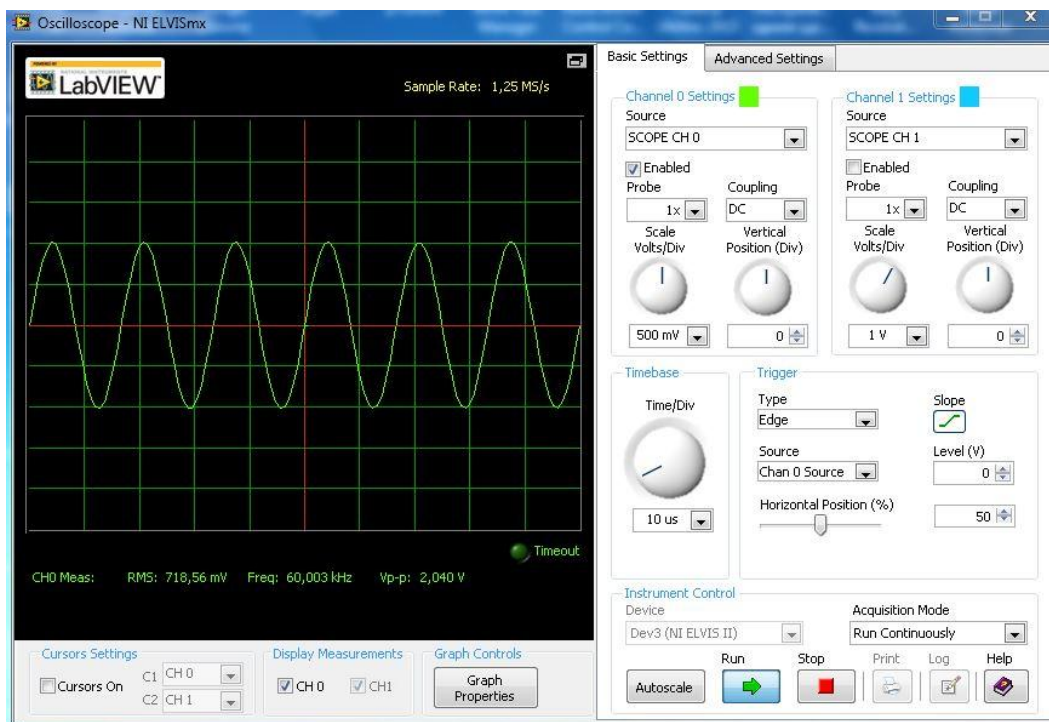

Рисунок 17 – Панель управления осциллографом
Осциллограф также не требует предварительных настроек. Для его запуска нажать кнопку «Run». Нажав на кнопку «Autoscale» он в автоматизированном режиме изменит пределы измерений (рисунок 17).
15. Рассчитайте ширину полосы пропускания последовательного колебательного контура (рис.17), параллельно конденсатору которого включена нагрузка $R_{\Pi} = 100$ кОм. Параметры цепи: $C = 1$ нФ, $R_T = 40$ Ом, $L = 1$ мГн, $R_L = 50$ Ом.